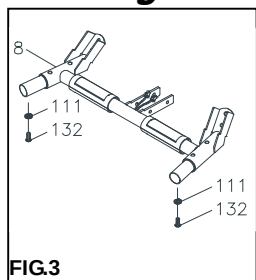

FIG.3
REMARQUE : Pour des raisons de transport, les 2 rondelles d'arrêt (M8)(111) et les 2 vis (M8xp1,25x16 mm)(132) sont assemblées en bas du support de guidon en forme de U (8) comme indiqué FIG.3 sur la gauche.